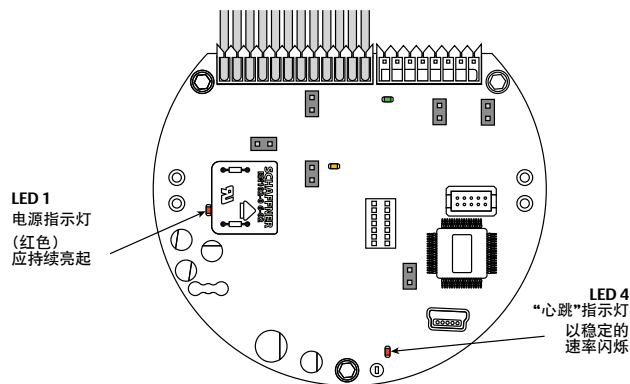

图10: 上述LED指示灯表示ER5000已成功连接至电源
6. 拧下ER5000外盖的螺钉并将其拆下以查看控制板。请参见图10。